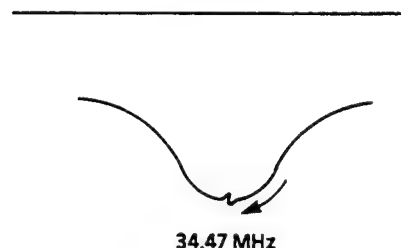

Figure 2-19.
1. A la suite du réglage de bobine de détecteur 34,47 MHz ci-dessus, tourner T1502 pour ajuster la pointe AFT à 34,47 MHz. (Figure 2-19.)